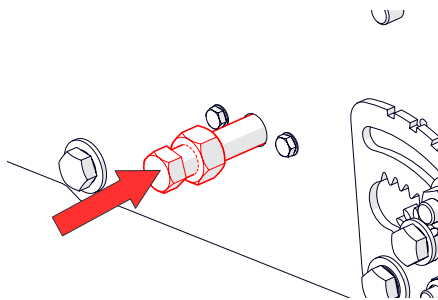
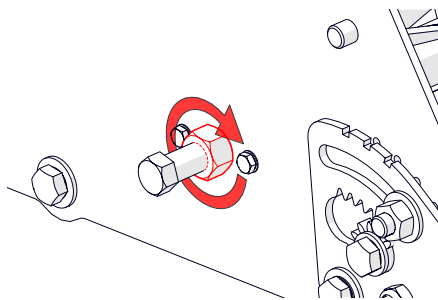

Abb. 11F – Befestigungsschraube festziehen
Abb. 11G – Kontermutter festziehen
8. Die Sicherungsschraube [19-mm-Schlüssel] (Abb. 11F) und anschließend die Kontermutter [24-mm-Schlüssel] (Abb. 11G) anziehen.